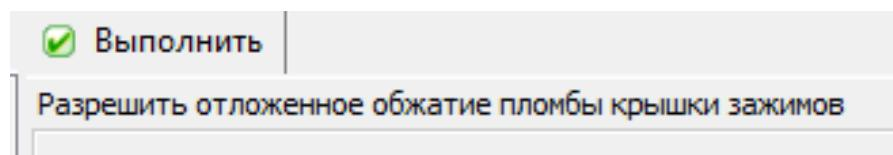

Рисунок 160 – Выполнение команды «Разрешить отложенное пломбирование»
6.14.11 Для перевода счетчика в режим отложенного пломбирования предусмотрена в ТПО AdminTools команда «Разрешить отложенное обжатие пломбы крышки зажимов» (см. п. 6.14.21). Необходимо перейти на вкладку «Команды→Электронная пломба» и нажать кнопку «Выполнить» (рисунок 160). При получении данной команды, в энергонезависимой памяти сохраняется признак разрешения.